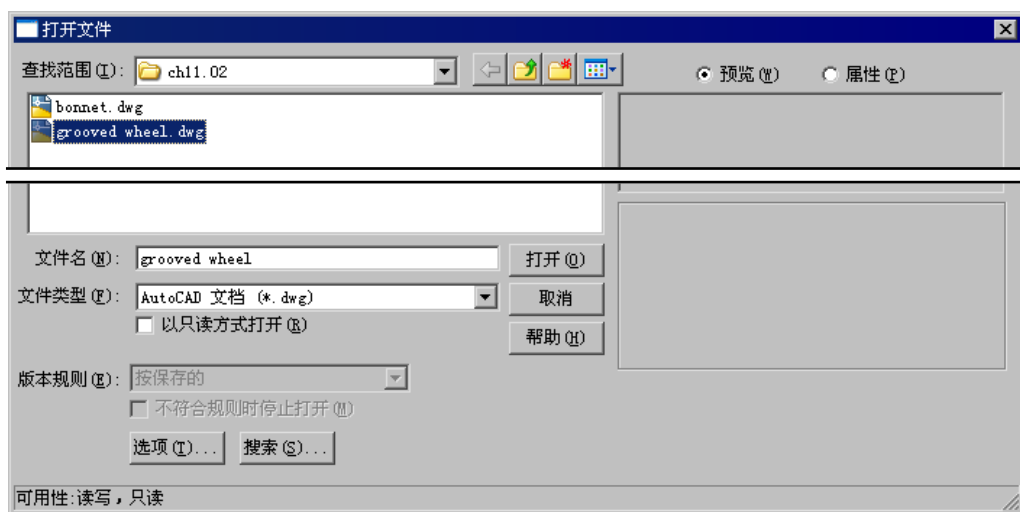

图 11.2.9 “打开文件”对话框
Step1. 选择命令。选择下拉菜单   打开(O) 命令，系统弹出图 11.2.9 所示的“打开文件”对话框。